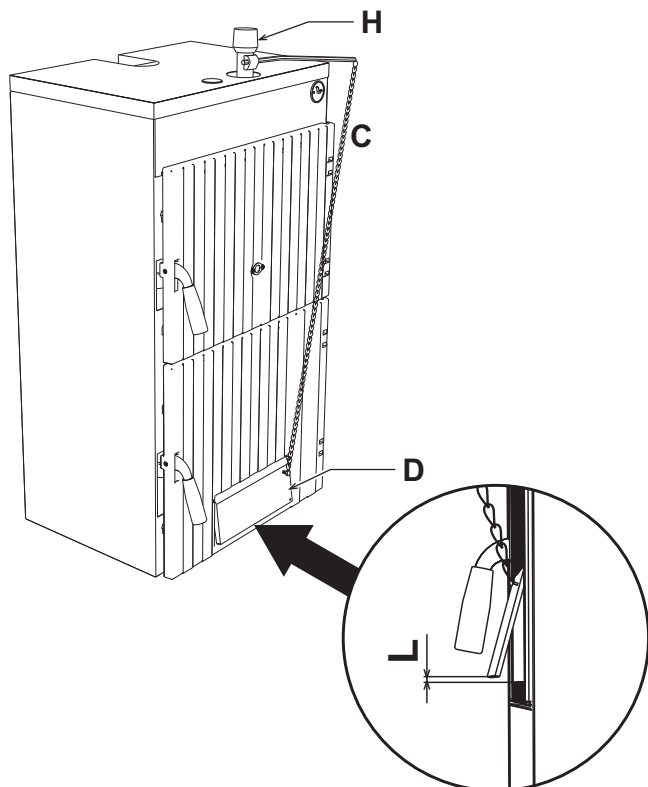

fig. 2 - Montaje
2. Monte el regulador termostático "H" fig. 2.
4. Gire el tornillo de regulación de la tapa de toma de aire de modo que, con la tapa apoyada, quede un paso de aire de 1 - 2 mm como máximo. Con la caldera fría, ajuste el termostato de regulación a 60 °C. Enganche la cadena "C" en la anilla "D" de la tapa de toma de aire y ajuste la longitud a fin de obtener un paso de aire "L" (fig. 2) de 15 mm para coque (III) y de 2 mm para madera.